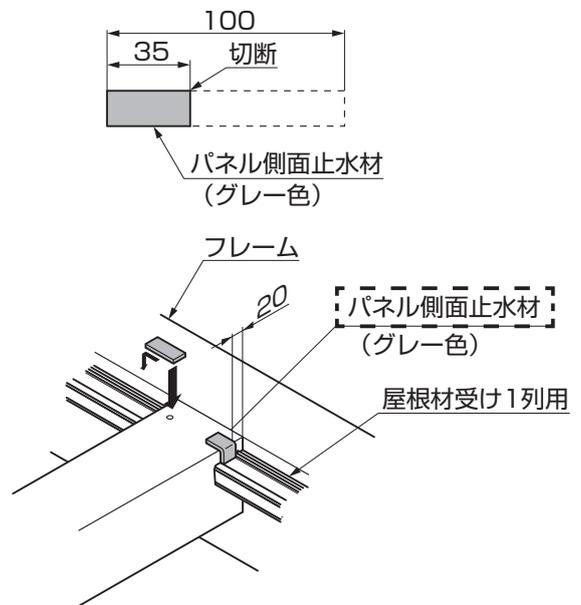

図9-3 A部詳細図
- ① パネル側面止水材を35mmに加工してA部のフレーム・中間フレームに貼付けてください。(図9-3参照)